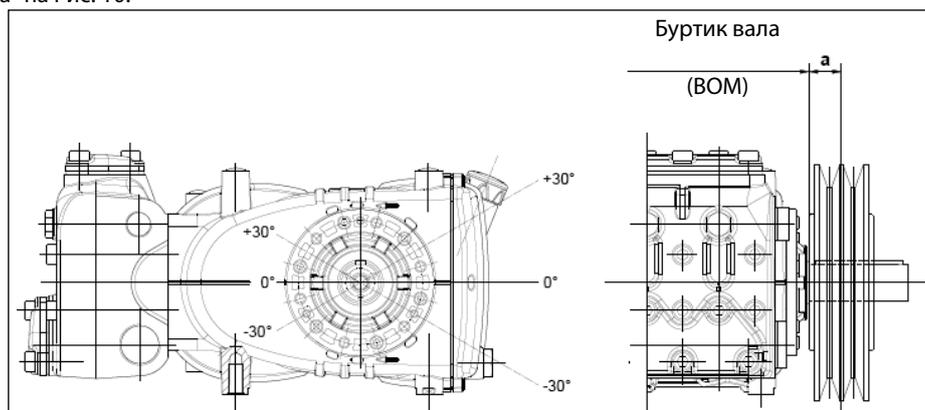

Рис. 10
Передача считается подходящей в том случае, если данная нагрузка прилагается на максимальном расстоянии $a=50$ мм от буртика вала (ВОМ), как указано на Рис. 10.
- b) Пользуйтесь ремнями с высоким КПД, например, **XPB** вместо **SPB**, поскольку в этом случае потребуется меньшее количество ремней при одинаковой передаваемой мощности, что в свою очередь сократит расстояние между результирующей силой и буртиком вала (ВОМ) "а" на Рис. 10.
- e) Натягивайте ремень в направлении, указанном на Рис. 10, при необходимости обращайтесь в **технический отдел** или **сервисную службу**.